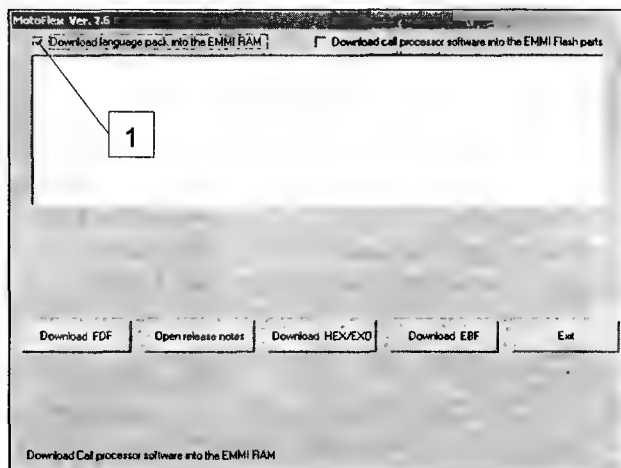

Рис. 7.19
5. Нажимают кнопку DOWNLOAD FILE и ставят галочку в поз. 1 — «Download language pack into the EMMI RAM» (рис. 7.19).